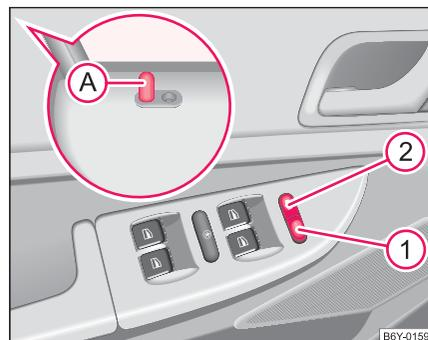

Abb. 23 Tasten für Zentralverriegelung ▶
Beim Entriegeln oder Verriegeln bewegt sich der Sicherungskopf  in der Tür nach oben oder nach unten ⇒ Seite 42, Abb. 23.
- mit den Sicherungsknöpfen in den Vordertüren (A) ⇒ Seite 42, Abb. 23 (nur verriegeln)
- Ist die Safe-Sicherung außer Betrieb gesetzt, blinkt die Kontrollleuchte neben dem Sicherungsknopf (A) in der Fahrertür nicht ⇒ Seite 42, Abb. 23. Das gilt jedoch nicht bei Fahrzeugen mit Diebstahl-Warnanlage*, denn die Kontrollleuchte zeigt an, dass die Anlage aktiv ist.
- Drücken Sie die Taste ① ⇒ Seite 42, Abb. 23 oder drücken Sie den Sicherungsknopf A nach unten.
- Drücken Sie die Taste ② ⇒ Seite 42, Abb. 23.
- In der Abbildung ⇒ Seite 42, Abb. 23 ist die Bedienung von Fahrzeugen dargestellt, die mit Fenster-Komfortbedienung* ausgestattet sind ⇒ Seite 47. ■